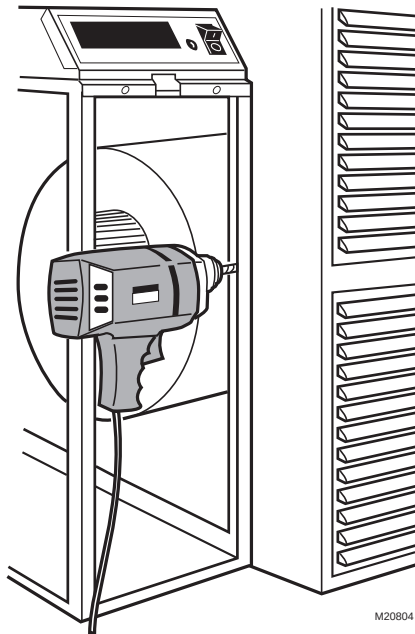

Fig. 5. Fixer le boîtier à l'appareil de chauffage.
- ❑ Fixer solidement le boîtier à l'appareil de chauffage soit directement (voir illustration), soit à l'aide d'un collier de démarrage dans l'appareil de chauffage. Percer des trous et fixer l'appareil à l'aide de rivets ou de vis pour tôle ou utiliser des écrous coulissants. Voir la Fig. 5.